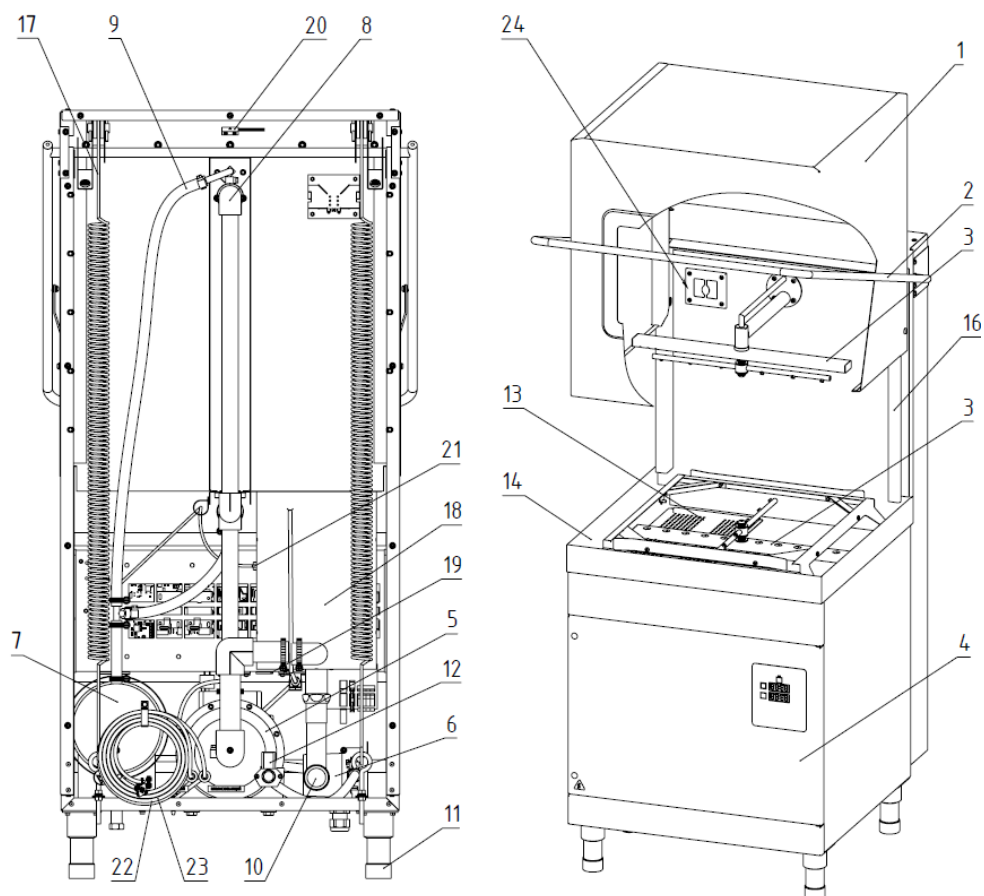

Рисунок 1 – Устройство посудомоечной машины.
Устройство машины посудомоечной кухонной электрической приведено на рис. 1.
Моечное отделение закрывается подъемным куполом (рис. 1, поз. 1), который перемещается по направляющим (рис. 1, поз. 16). Купол прикреплен к механизму подъема с пружинами (рис. 1, поз. 17).
Для поднятия и опускания купола предусмотрена ручка (рис. 1, поз. 2).
- фильтрующая сетка (рис. 1, поз. 13) - предотвращает попадание крупных остатков пищи в моющий раствор,
- два блока разбрызгивателей («верхний» и «нижний») (рис. 1, поз. 3);
- камера воздушная (рис. 1, поз. 20);
- бойлер (рис. 1, поз. 7);
- насос моющий (рис. 1, поз. 5);
- насос ополаскивания (рис. 1, поз. 6);
- электромагнитный клапан (рис. 1, поз. 12).